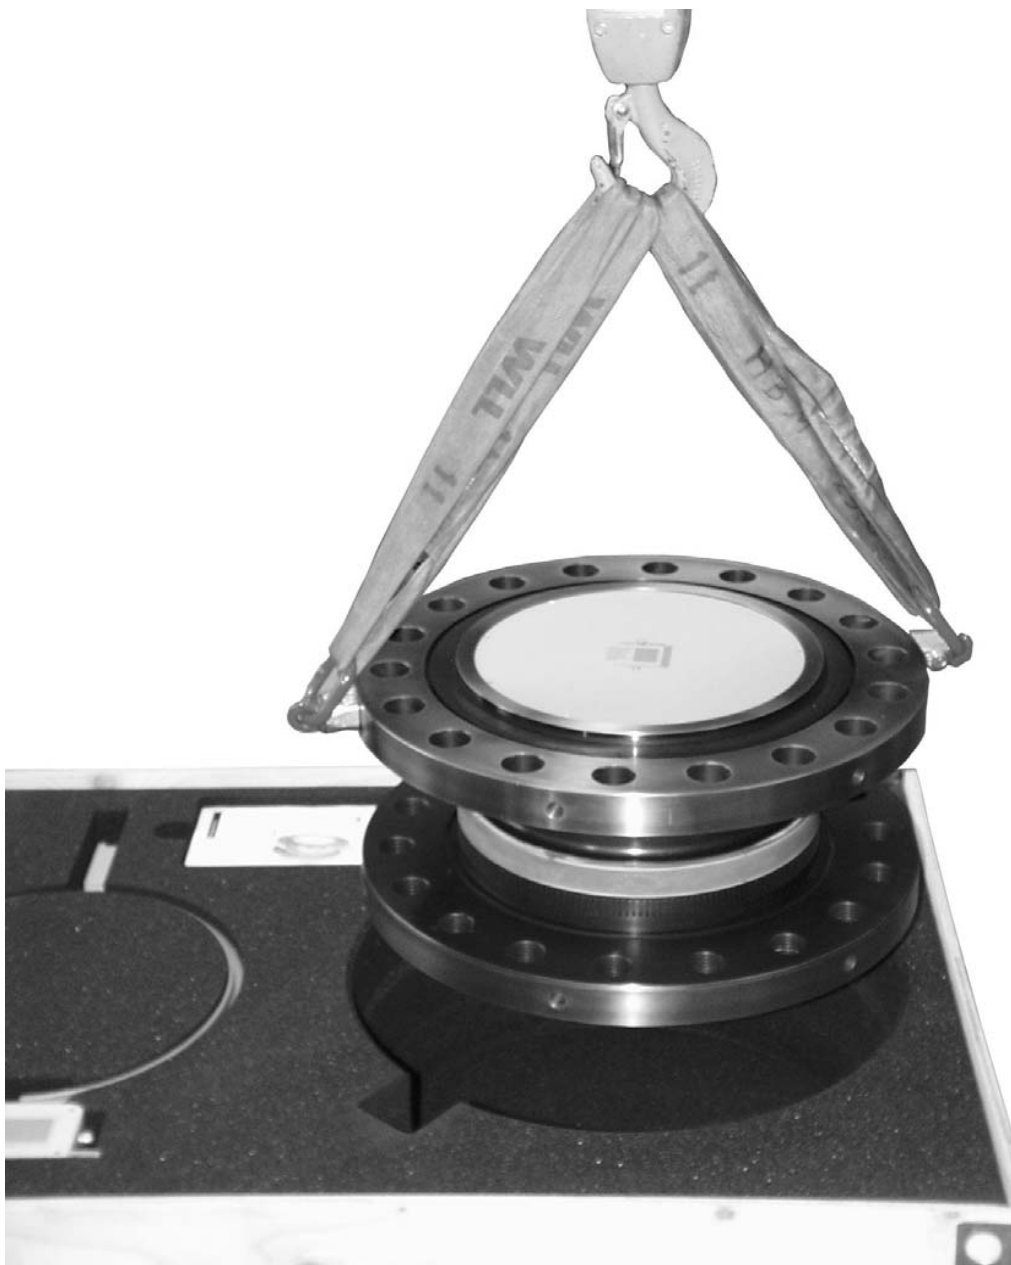

図 4.2: 梱包からのローターの吊り上げ
2. 十分な耐荷重強度を持つ長さの等しい 2 本のロープ（それぞれがローターの全重量を支えるのに十分な強度を持つこと）をアイボルトに結びつけ、クレーンを使用して梱包からローターを吊り上げます（図 4.2 を参照）。